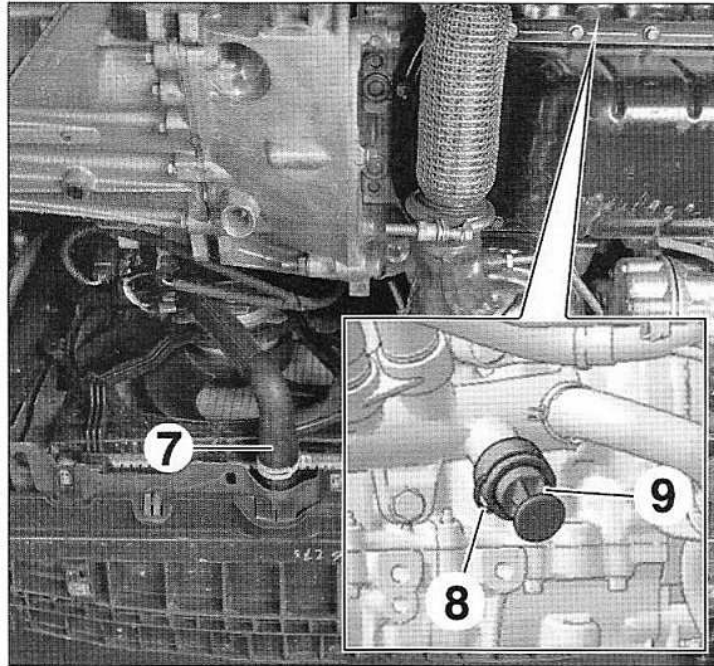

FIG.19
- Débrancher la durite inférieure (7) du radiateur (Fig.19).
- Déposer l'agrafe (8) et le bouchon de vidange (9).